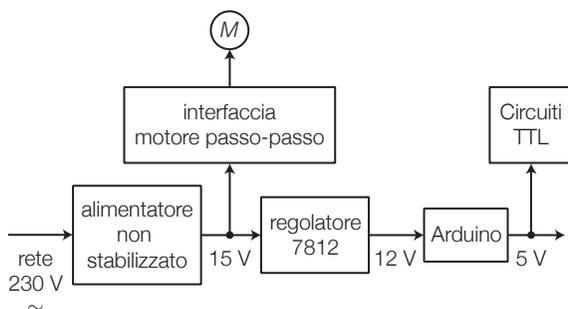

FIGURA 1 Schema a blocchi per la generazione delle tensioni continue di alimentazione.
- l'**alimentatore** che fornisce le tensioni di 5 V per i circuiti logici, 7 ÷ 12 V per Arduino, 12 V o più, eventualmente non stabilizzati, per il motore passo-passo; si può optare per la soluzione rappresentata a blocchi in FIGURA 1, in cui la tensione alternata di rete viene trasformata in una continua non stabilizzata a 15 V per il motore passo-passo, quindi ridotta e stabilizzata a 12 V dall'integrato 7812 e fornita ad Arduino che, mediante il regolatore interno, produce in uscita la 5 V necessaria ai circuiti logici aggiuntivi. Poiché lo studio degli alimentatori si affronta nel VOLUME 2 del corso, in questa fase le tensioni necessarie si possono prelevare dagli alimentatori stabilizzati presenti in laboratorio.